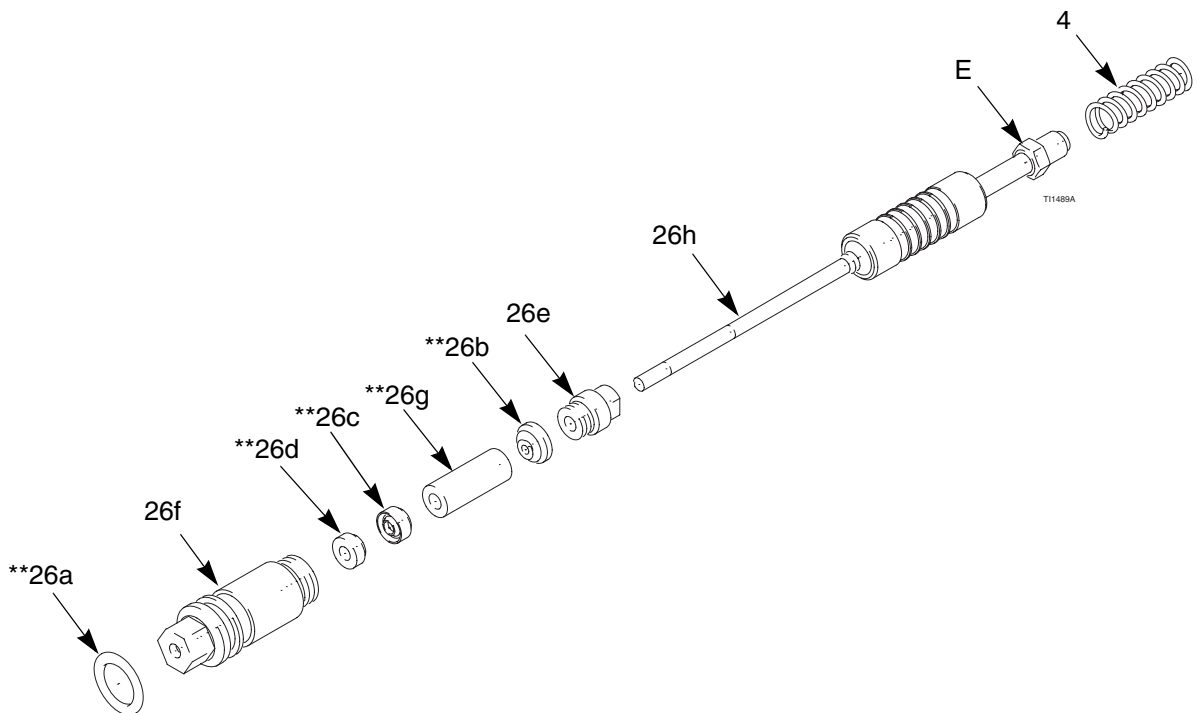

Abb. 27. Packungsstange
1. Packungsmutter (26e) und Dichtung (26b**) auf die Materialstange (26h) geben. Die Schlüsselstellen der Packungsmutter müssen zum hinteren Ende der Materialstange zeigen. Der Dichtungs-O-Ring muß von der Packungsmutter weg gerichtet sein. Siehe Abb. 27.
2. Den Hohlraum des Abstandsrings (26g**) mit dielektrischem Fett (40) füllen. Den Abstandsring in der gezeigten Richtung auf die Materialstange (26h) geben. Auf die Außenseite des Abstandsrings großzügig dielektrisches Fett auftragen.
6. Die Feder (4) wie gezeigt gegen die Mutter (E) einbauen.
7. Den Packungsstangensatz (26) in den Pistolenschaft einbauen. Mit dem Multifunktionswerkzeug (37) den Satz gerade satt anziehen.
8. Abzug (30) und Schrauben (8) anbringen.